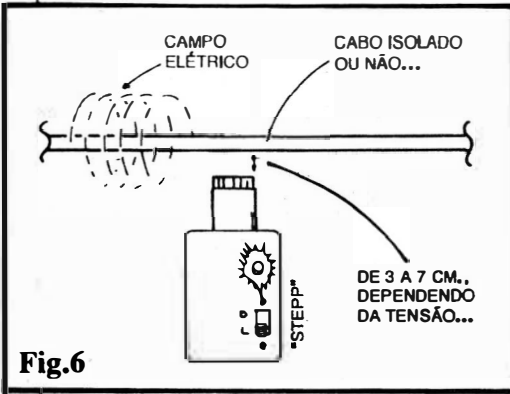

Fig.6
- **FIG. 6 - USANDO O STEPP** - Sem muito "segredo" (Vocês já devem ter entendido bem a "coisa"...): basta **aproximar** a arruela sensora do condu-